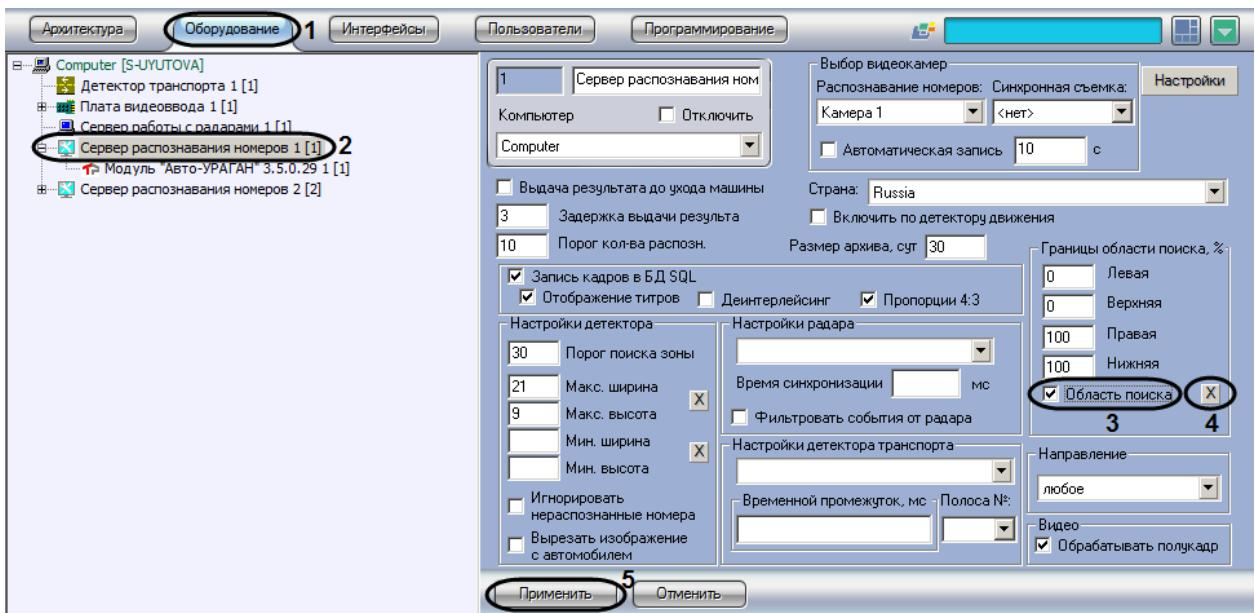

Рис. 7.2—23. Указание границ зоны поиска номерного знака
2. В дереве объектов на вкладке «Оборудование» выбрать объект «Сервер распознавания номеров», соответствующий активированному программному модулю «Авто-УРАГАН 3.5.0.29», «CARMEN-паркинг», «CARMEN-Авто», «ACCR» или «VIT» (см. раздел «Активация программного модуля, используемого для распознавания номеров», Рис. 7.2—23, 2). В правой части вкладки «Оборудование» отобразится панель настройки выбранного объекта.
3. Установить флагок «Область поиска» для активации функции указания границы зоны поиска номерного знака транспортного средства в кадре видеоизображения (см. Рис. 7.2—23, 3).